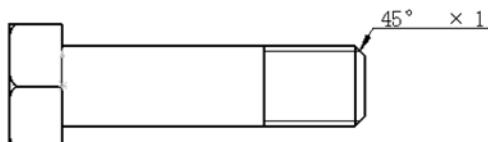

图 9.5.16 “角度×距离”样式
- $45^\circ \times 1$: 角度 \times 距离，如图 9.5.16 所示。